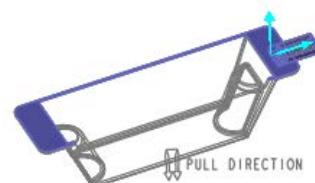

图 12.32 合并方向
(1) 按住 Ctrl 键, 选取 Step3 中创建的拉伸曲面和复制面组。
(2) 单击 **分型面** 功能选项卡 **编辑** ▾ 区域中的 **合并** 按钮, 此时系统弹出“合并”操控板。
(3) 在“合并”操控板中单击 , 合并方向如图 12.32 所示。在“合并”操控板中单击 按钮。